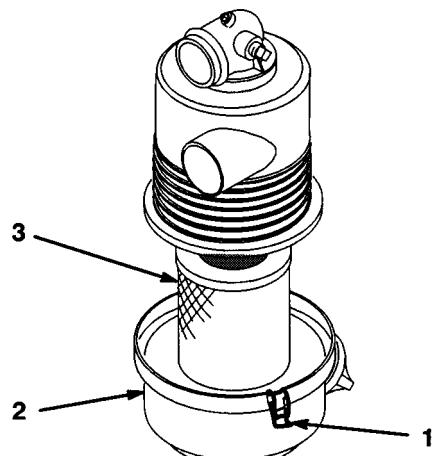

図 22
3. ラッチを外してカバーとボディーを分離し（図22）カバーの内部をきれいに清掃する。